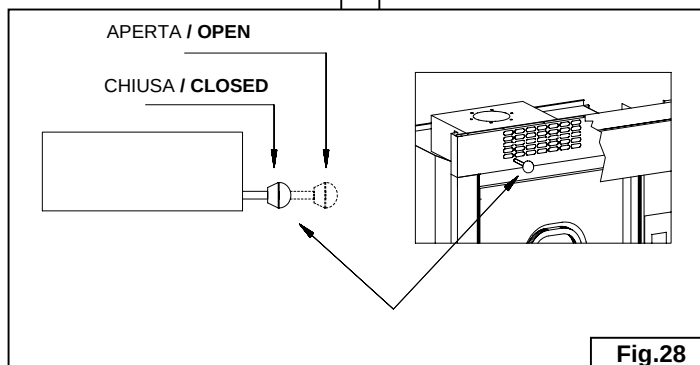

Fig.28
-Aprire completamente la serranda manuale scatola vapori (**Fig.28**), chiudere e bloccare la porta. Attivare il selettore aspiratore vapore . Attivare il selettore riciclo aria .
Chiudere e bloccare la porta; chiudere la serranda manuale scatola vapori (**Fig.28**). Impostare una temperatura di 60°C sul termoregolatore, azionare il selettore ventilatore ; premere il pulsante di avvio ciclo . Il gruppo resistenze inizia a funzionare, dopo qualche minuto, raggiunta la temperatura prevista lo stesso deve spegnersi. Impostare quindi una temperatura di 120°C. Se il gruppo resistenze riparte, il termoregolatore è da considerare efficiente.
-Open the manual lock on the steam box (**Fig.28**), close and lock the door, switch on the steam suction switch .